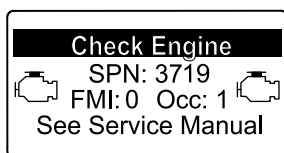

図 53
- リカバリ再生が必要になると、インフォセンターにエンジン警告 SPN 3719, FMI 16 (図 53) が表示され、エンジン出力が 85% にダウンします。